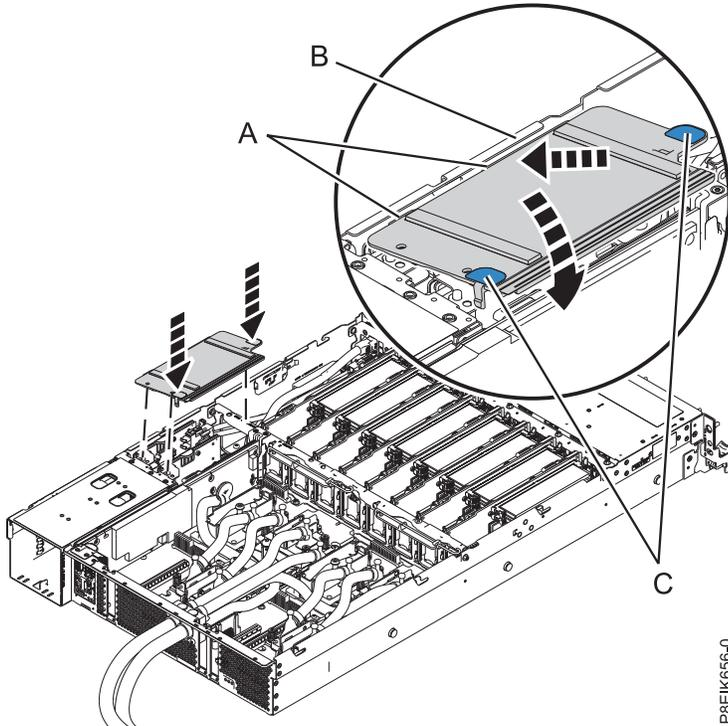

図 204. 電源ライザー・エア・バッフルの取り付け
8. 電源ライザー・エア・バッフルを取り付けます。バッフル内の穴がシステム上のピンの位置と合っていることを確認します。青色のタブ (C) を使用して、バッフルの端 (A) をシステムの側面 (B) に挿入します。次に、バッフルを下に倒して所定の位置に固定します。 182 ページの図 204を参照してください。